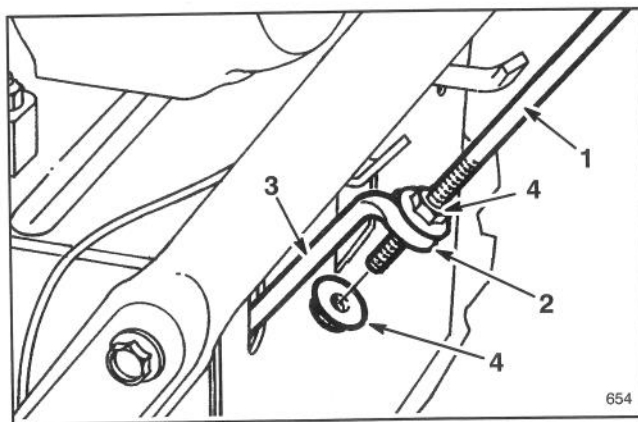

Figure 5
1. Enfilez un écrou à colerette (la colerette en bas) sur la tige de traction (Fig. 5).
2. Introduisez la tige de traction dans la bride de la tige de traction inférieure (Fig. 5).
3. Engagez un écrou à colerette (celle-ci étant dirigée vers le haut) sur le bas de la tige de commande de traction, au-dessous de la boucle de cette tige (Fig. 5).